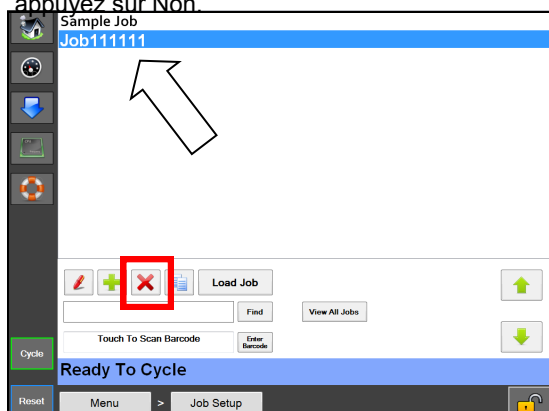

Figure 5-4A. Suppression d'une tâche.
3. Appuyez sur le bouton rouge « X ». **Figure 5-4A.**